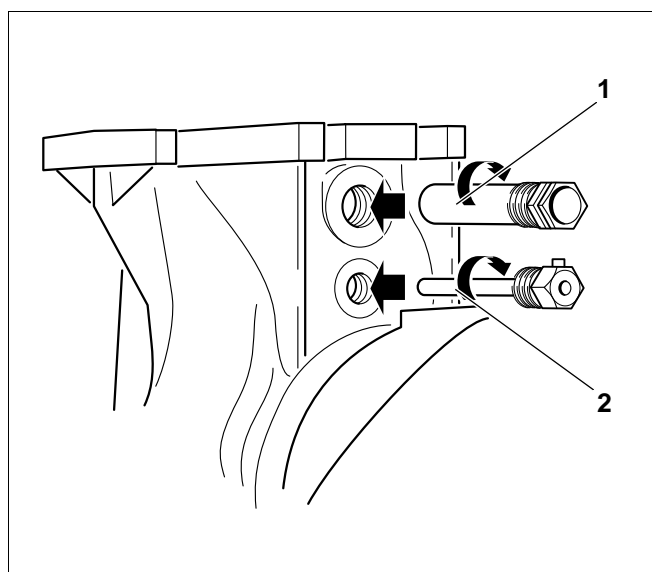

Fig. 21
- Monter følerlommen 3/4" fra forsiden (længde: 110 mm) i fremløbstilslutningens 3/4"-gevindboring, og sørg for at tætte den (Fig. 21, **pos. 1**)
- Monter følerlommen 1/2" fra forsiden (længde: 110 mm) i fremløbstilslutningens nederste 1/2"-gevindboring, og sørg for at tætte den (Fig. 21, **pos. 2**).